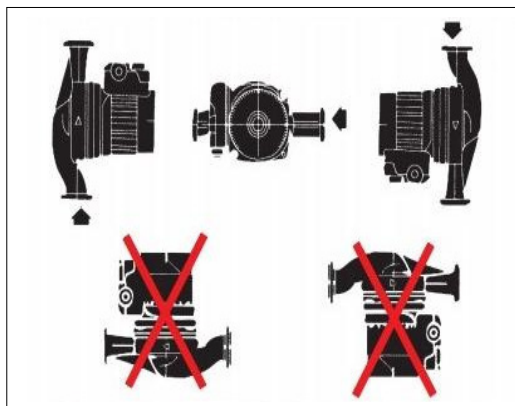

Рис. 1
- 5) Насос желательно ставить на обратную магистраль и таким образом чтобы вал двигателя находился в горизонтальном положении. (см. рис.1)